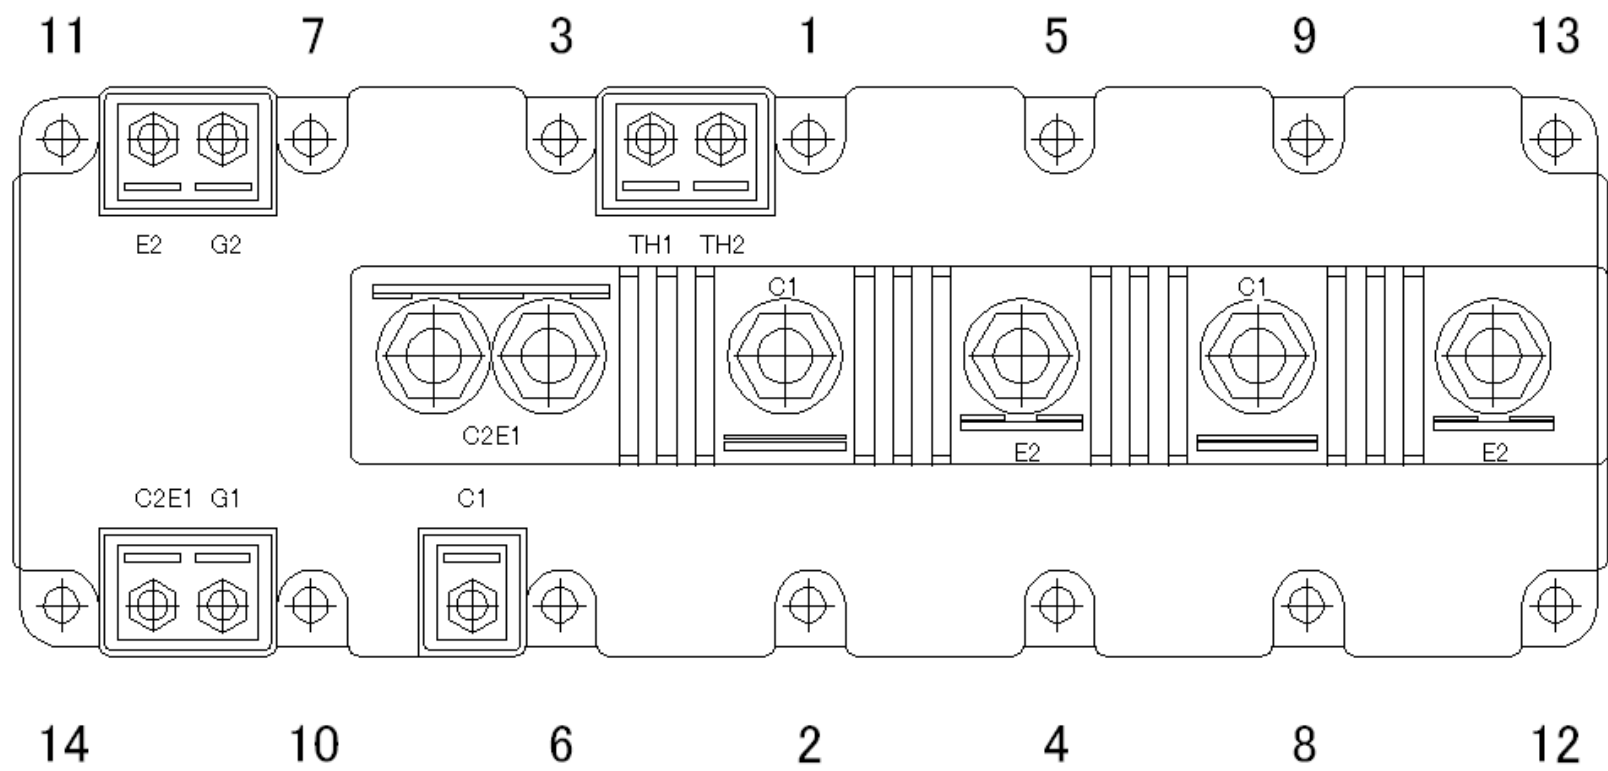

Fig.1 Mounting holes 1 – 14 in M272 modules
- 2) 建议在 1/3 最终力矩预紧固，顺序（1） - （14）。见图 1 。